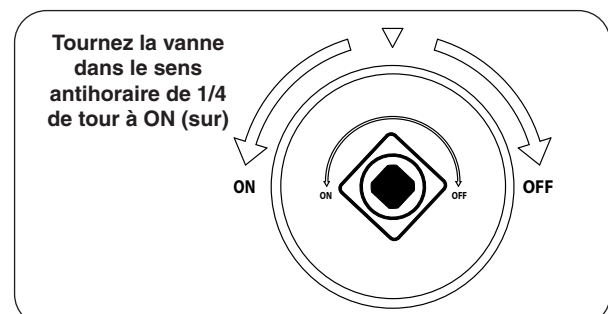

Fig. 34-2 SUR/ÉTEINDRE vanne clé détail
3. Tournez la SUR/ÉTEINDRE vanne clé de la hauteur dans le sens antihoraire de 1/4 de tour à la position **ON** (sur) (Fig. 34-2).
4. Localisez la télécommande et appuyez sur la touche **ON** (sur) (voir Fig. 34-2). La séquence d'allumage commence.